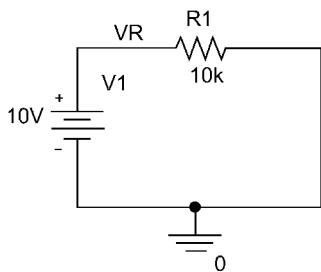
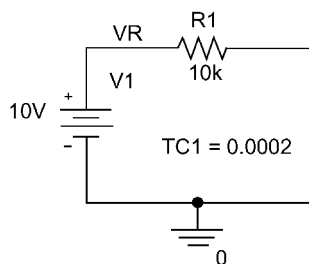

图 15.4 添加电路温度系数
图 15.5 显示温度系数  $TC1$  的名称和参数值
1. 绘制如图 15.4 所示的电路图，双击电阻打开属性编辑器。把线性温度系数  $TC1$  的值设置为 0.0002，然后按照图 15.5 所示对  $TC1$  的名称和数值进行显示设置。最后按照电路图所示对网络节点 VR 进行命名 (**Place > Net Alias**)。